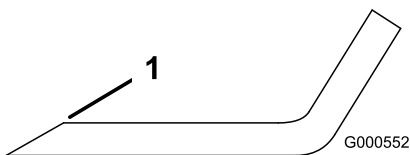

Figura 59
- Utilice una lima para afilar el filo de corte en ambos extremos de la cuchilla (Figura 59).
Nota: Si la cuchilla no está equilibrada, rebaje algo el metal en la parte de la vela solamente con una lima (Figura 59).